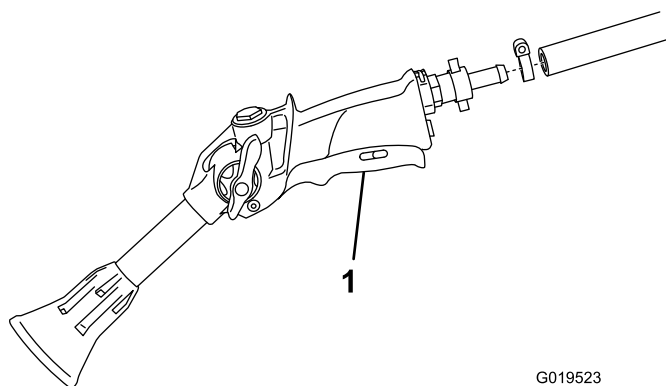

Figure 6
1. Branchez l'extrémité libre du flexible du pistolet-pulvérisateur au raccord du pistolet (Figure 6).